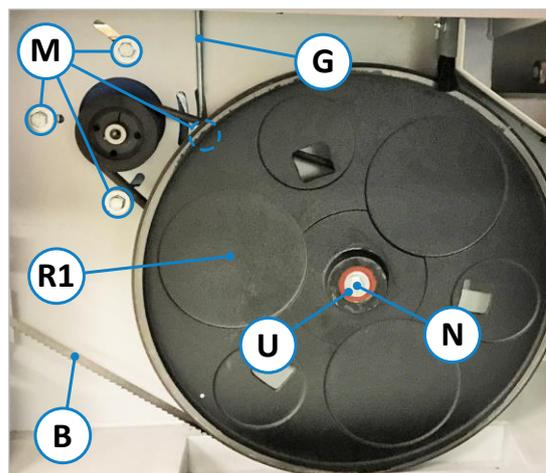

Figure 44 : remplacer la courroie
- Éteindre et fermer l'interrupteur principal (1).
- Desserrer légèrement les 4 vis de fixation (M) sur le moteur.
- Serrer l'écrou de serrage (S) sur la tige filetée (G) avec une clé à fourche SW17 jusqu'à ce que la tension correcte de la courroie soit atteinte (voir aussi ⇒ Figure 44).